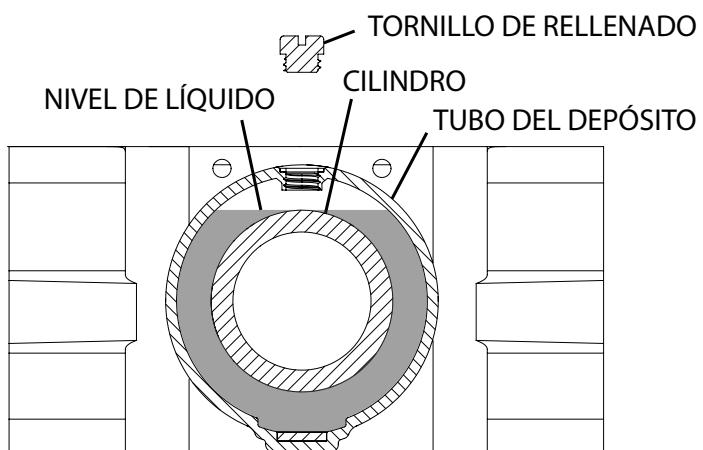

Figura 2
3. Extraiga el tornillo de llenado del recipiente de la fuente de alimentación, según se ilustra en la figura 2. Revise por el agujero del tornillo de llenado en el recipiente con el fin de ver que el nivel de líquido no esté más alto que la parte superior del cilindro adentro del recipiente. Podrá ser necesario agregar o extraer líquido según sea el caso.